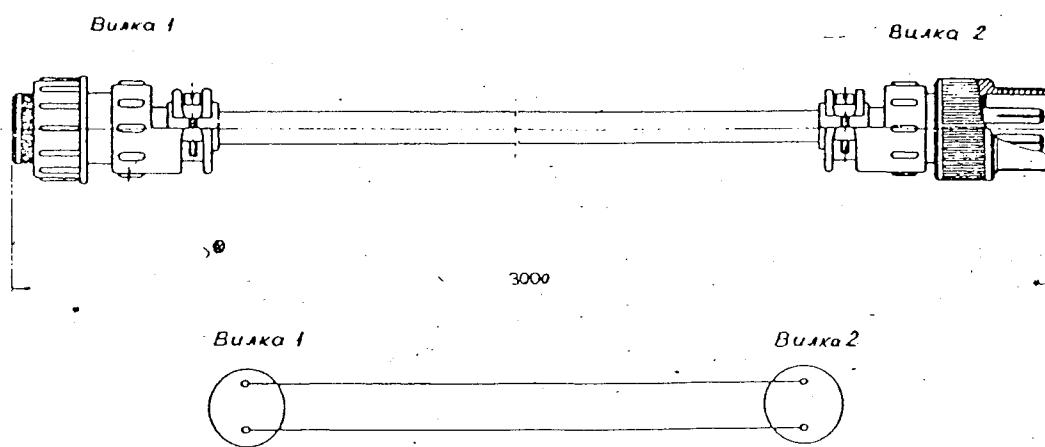

Рис. 6.18. Электропровод I6.08.0370
Снять с поперечной противопожарной перегородки съёмную крышку и проложить через перегородку электропровод I6.08.0370 (рис. 6.18.).
16.3.5. Электропроводом I6.08.0370 (рис. 6.18.) соединить приёмник, установленный в трубке I6.08.0320, с вилкой провода, отсоединенной от приёмника согласно пункту 16.3.2.